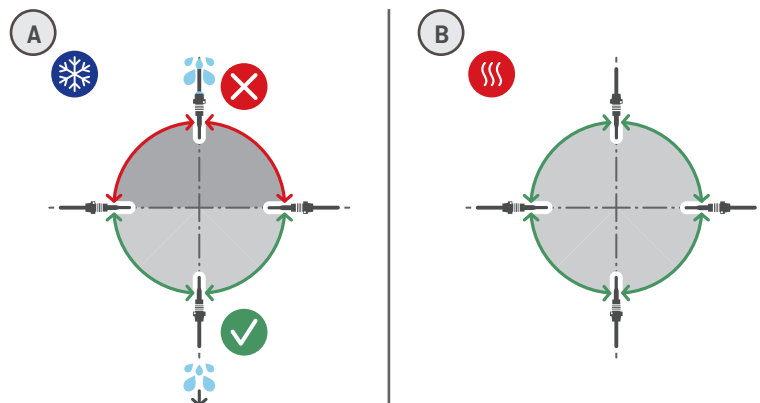

Abb. 6: Geeignete Einbauwinkel eines Temperaturfühlers in (A) einer Wärme- und (B) einer Kälteanlage.
Bei Montage eines Temperaturfühlers direkt im Auslauf des Durchflusssensors müssen die geeigneten Einbauwinkel des Temperaturfühlers berücksichtigt werden. Bei Wärmeinstalltionen (Abb. 6 (A)) ist die Orientierung eines Temperaturfühlers nicht wichtig, solange eine homogene Temperaturverteilung angenommen werden kann, d. h. alle Orientierungen können akzeptiert werden. Bei Kälteinstalltionen (Abb. 6 (B)) muss ein Eindringen von Wasser in das Fühlerelement vermieden werden. Daher wird ein Temperaturfühler idealerweise von unten mit seiner Spitze nach oben montiert und kann bis zu einer waagerechten Position gedreht werden.